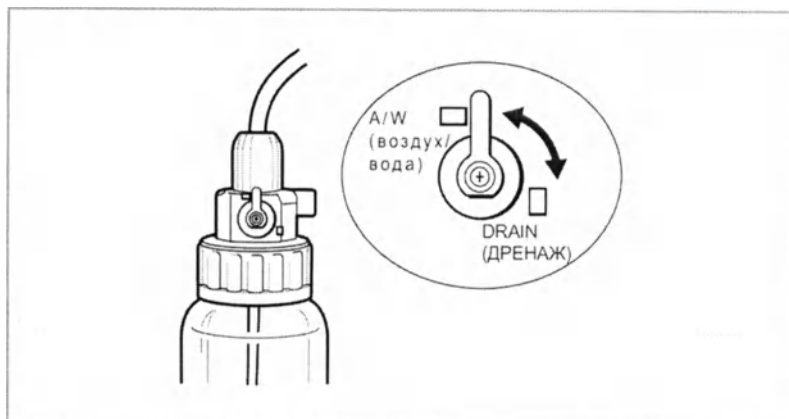

Рисунок 4.11
1. Установите рычаг A/W-DRAIN (воздух/вода-дренаж) в положение A/W (подача воздуха/воды) (см. рисунок 4.11).